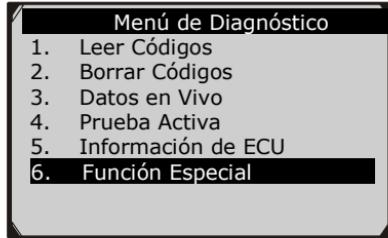

Figura 8.3
- 1) En el **Menú de Diagnóstico** (Figura 8.3), use el botón **ARRIBA/ABAJO** para seleccionar **Función Especial** para hacer la prueba de **EPB**, que incluye **reemplazo de cable de Freno** y **reemplazo de freno de aparcamiento Eléctrico**.
1. Siga las instrucciones de arriba para mostrar la pantalla del **Menú de Diagnóstico** (Figura 8.3)